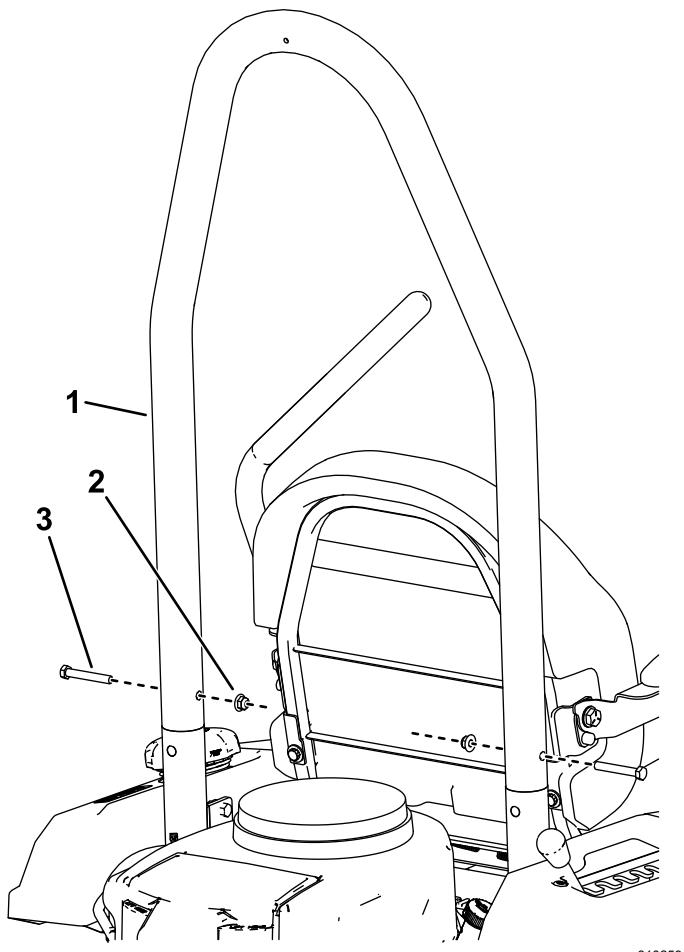

Figura 15
4. Com o ângulo do tubo do ROPS virado para a traseira da máquina, instale o tubo do ROPS nas montagens do ROPS com dois parafusos (3/8 x 2-1/2 pol.) e duas porcas de bloqueio (3/8 pol.) como se mostra na Figura 15.